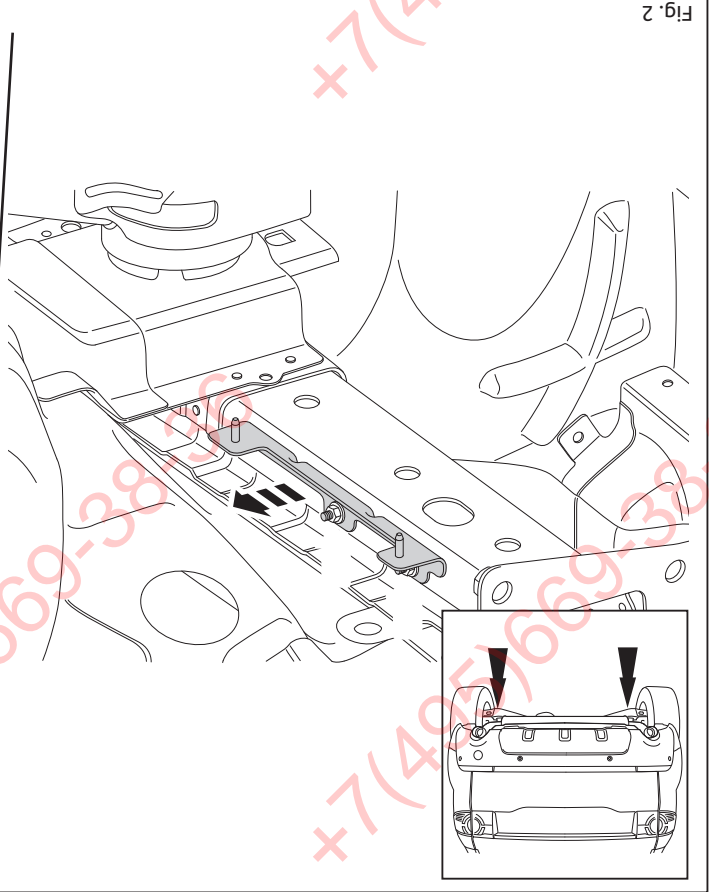

Fig. 2
5. Remove the part indicated. See figure 2.
5. Den angegebenen Teil abmontieren. Siehe Abbildung 2.
5. Démontez la partie indiquée. Voir la figure 2.
5. Demonter den angivne del. Se fig. 2.